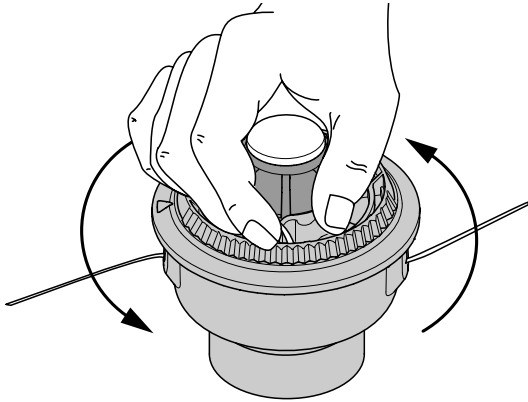

Fig. 12
8. Tenez la bobine extérieure. Rembobinez le moulinet intérieur vers la gauche jusqu'à ce qu'il ne reste plus qu'environ 102 mm (4 po) de fil (Fig. 12).